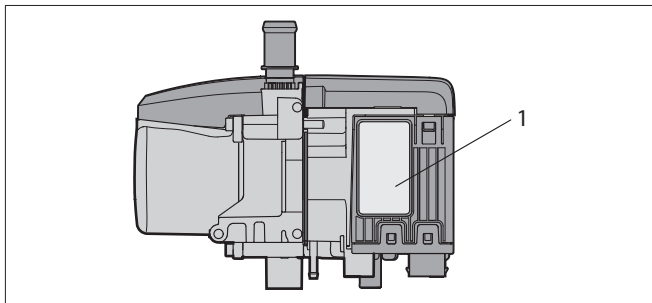

Figure 6
La plaque signalétique (1) est fixée sur la face latérale de l'appareil de chauffage. La seconde plaque signalétique (duplicata) est jointe à l'appareil de chauffage et doit être collée dans le véhicule en un endroit bien visible, voir Figure 6.